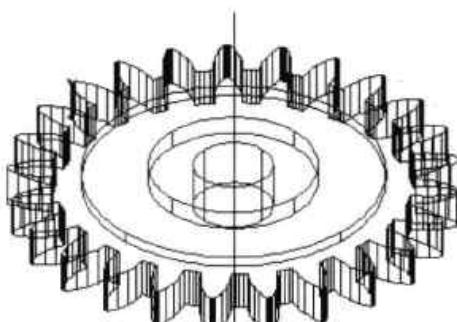

图12-62 绘制中心线
**Step25** 将视图设置为西南视图，执行“直线”命令，绘制齿轮模型中心线，如图 12-62 所示。